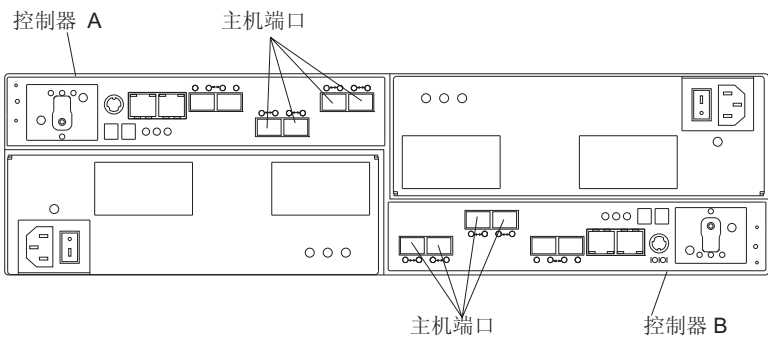

图 54. DS5020 的 RAID 控制器上的主机电缆位置
2. 将光纤通道电缆从 DS5020 RAID 控制器主机端口中的 SFP 模块连接到光纤通道交换机中的 SFP 模块或主机总线适配器的 SFP 模块。图 54 显示了 DS5020 存储子系统的 RAID 控制器上主机系统电缆的连接位置。